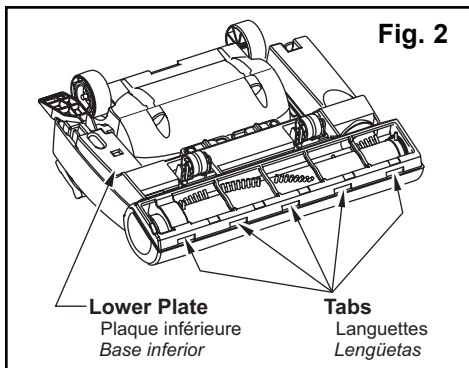

Fig. 2
- Remettre la plaque inférieure en accrochant son devant dans les fentes avant de la tête d'aspiration (Fig. 2).
- Para reinstalar la base inferior, enganche el extremo delantero de la base inferior en las ranuras en el montaje delantero de la boquilla (Fig 2).
- **Reinstall lower plate by hooking front end of lower plate into slots on front of nozzle housing. (Fig. 2)**